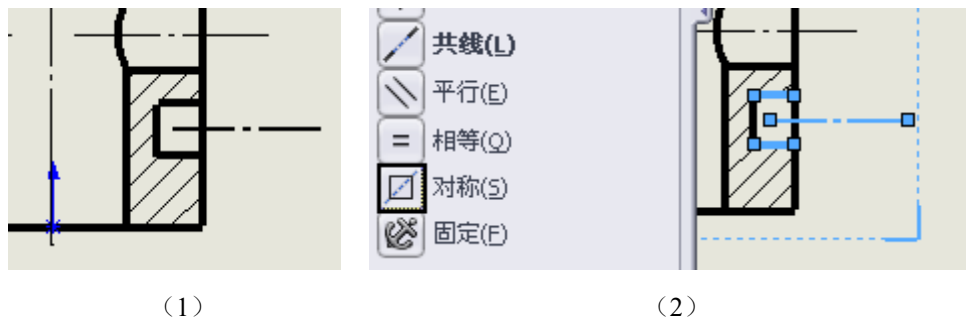

图 3-31 绘制中心线并添加约束
在界面上方命令管理器中,单击“草图”命令标签中直线下的“中心线”命令图标中心线(N),在左视图右侧肋处绘制一条水平中心线,按一下键盘“Esc”键,退出创建“中心线”状态,绘制中心线如图 3-31 (1) 所示;按住键盘“Ctrl”键不松手,依次单击中心线和肋上下两条水平边线,在界面左侧出现“属性”对话框,如图 3-31 (2) 所示,单击“对称”命令图标,将中心线设置为两水平边线的中心对称线。单击“”确定。